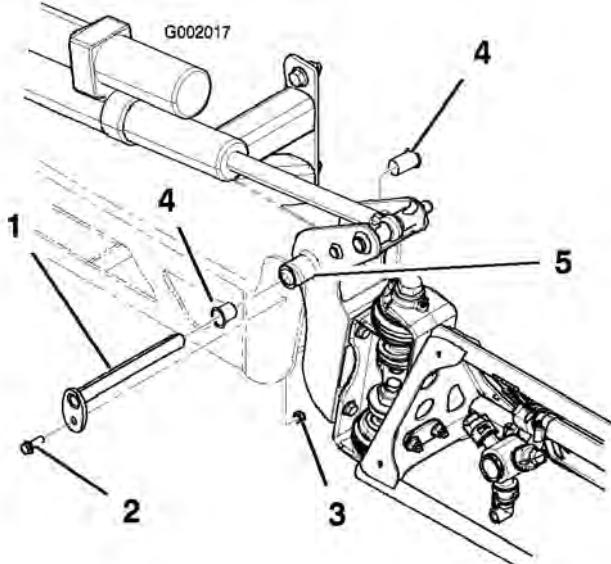

Figura 70
- Quando il peso della barra è supportato, togliete il bullone e il dado che fissano il perno di articolazione nel gruppo barra (Figura 70). Togliete il perno di articolazione.
- Togliete le boccole di nylon dal lato frontale e posteriore della staffa orientabile e controllatele (Figura 70). Sostituite le boccole avariate.
- Montate la barra e la staffa orientabile nel telaio centrale, allineando i fori (Figura 70).